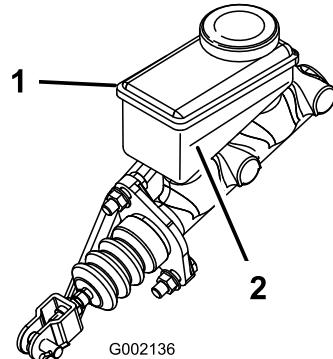

Figura 46
2. Guardate il fianco del serbatoio. L'olio deve superare la linea del minimo (Figura 46). se il livello è basso, pulite attorno al tappo, rimuovete il tappo e rabboccate fino a superare la linea del minimo. Non riempite troppo.